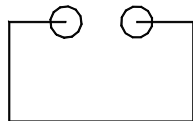

Fig. U7.27
3. Desenul din Fig. U7.26 trebuie adus la forma din Fig. U7.27. Care dintre comenzile enumerate mai jos permit acest lucru?